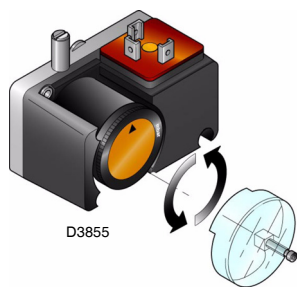

Fig. 23
- Regolare il pressostato gas di minima (Fig. 23) all'inizio scala.